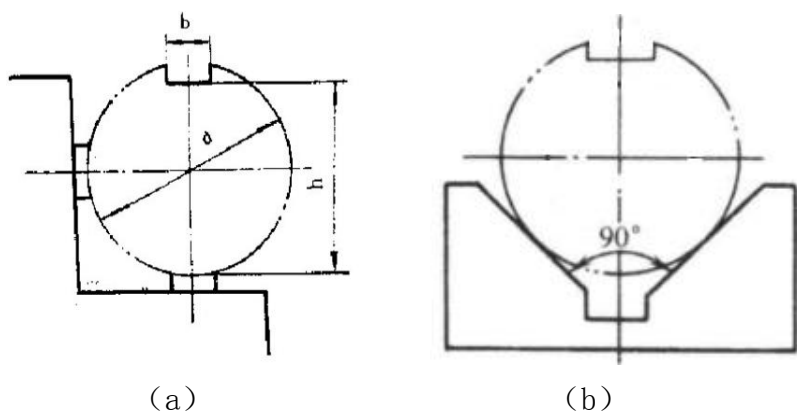

图 6
3、加工一批  $d=60_{-0.032}^{-0.012}$  mm 的轴件, 欲铣一键槽, 工件定位分别如图 6 (a), (b) 所示, 保证  $b=8_{-0.065}^{-0.015}$ 、 $h=55.5_{-0.05}^0$  mm, 槽宽对称于轴的中心线, 其对称度公差为 0.08mm。试计算定位误差, 并判断是否满足精度要求。(10 分)